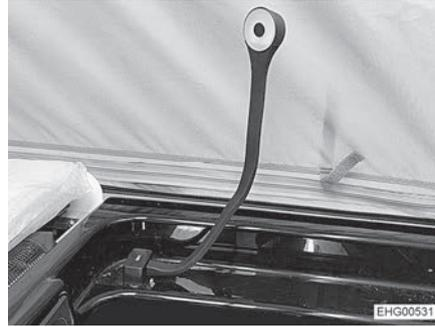
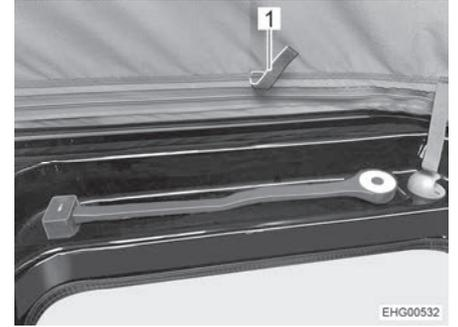

Fig. 53 Lámpara de cuello de cisne, posición de funcionamiento
Fig. 54 Luz de cuello de cisne, posición de transporte
- Volver a colocar la lámpara de cuello de cisne de la posición de funcionamiento (Fig. 53) a la posición de transporte (Fig. 54).
- Tirar la lona hacia dentro con las tiras (Fig. 54,1) previstas para ello.